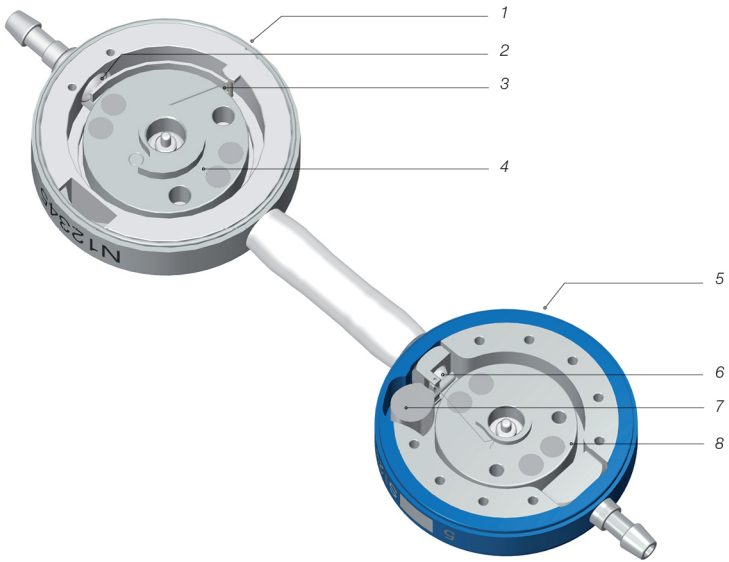

Fig. 1: Section de M.blue plus
M.blue plus est un système de valve fabriqué en titane. Il comprend une unité en pression différentielle ajustable (également appelée ci-après *proGAV 2.0*) et un unité gravitationnelle ajustable (également appelée ci-après *M.blue*) (Fig. 1).